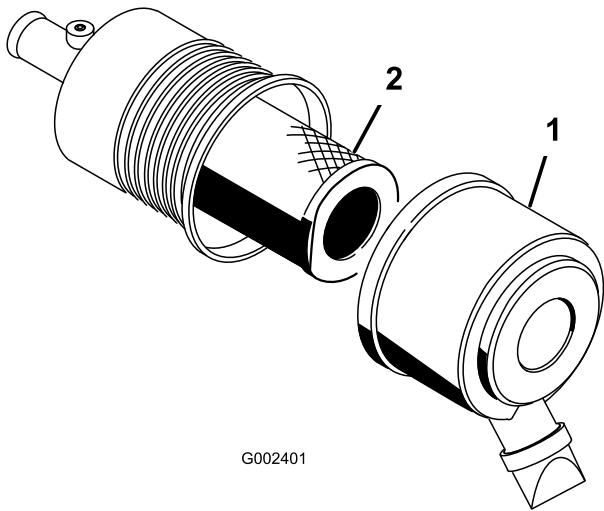

Bild 51
1. Lösen Sie die Laschen, mit denen die Abdeckung am Luftfilterkörper befestigt ist (Bild 51).
2. Entfernen Sie die Abdeckung vom Luftfiltergehäuse (Bild 51).
4. Nehmen Sie den Filter heraus und wechseln Sie ihn aus (Bild 51).